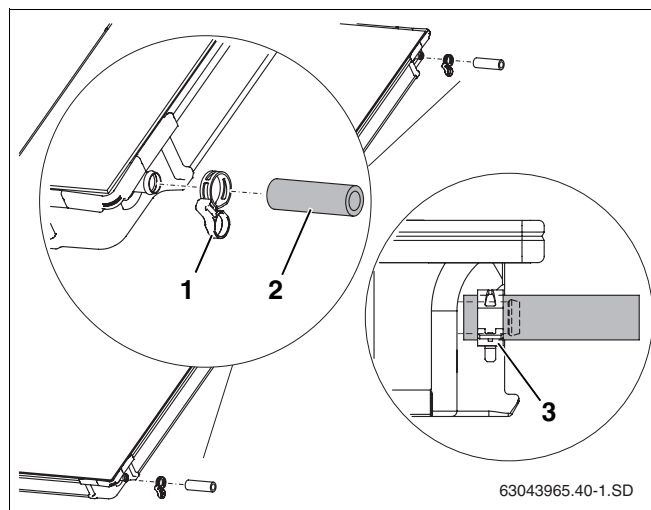

Fig. 20 Pré-montar o jogo de ligação
- ▶ Empurrar as mangueiras solares de 95 mm (fig. 20, **item 2**) para as ligações direitas do segundo colector e de todos os colectores a seguir.
- ▶ Empurrar as braçadeiras de mola (fig. 20, **item 1**) sobre a mangueira solar (a segunda braçadeira segura, mais tarde, a ligação ao outro colector).
- ▶ Quando a braçadeira de mola estiver bem colocada, puxar o anel de fixação para segurar a ligação (fig. 20, **item 3**).